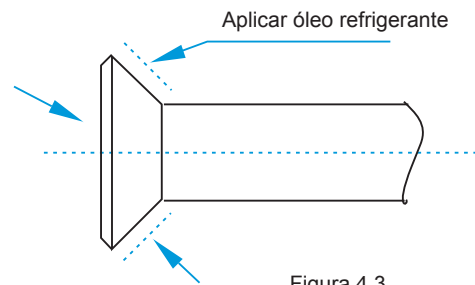

Figura 4.3
- Prima di installare il tappo della presa sulla presa del tubo, applicare Antes de instalar o plugue do soquete no soquete do tubo, aplique um pouco de óleo refrigerante no soquete (tanto por dentro quanto por fora), depois gire três ou quatro vezes antes de apertar o plugue. Veja a Figura 4.3.